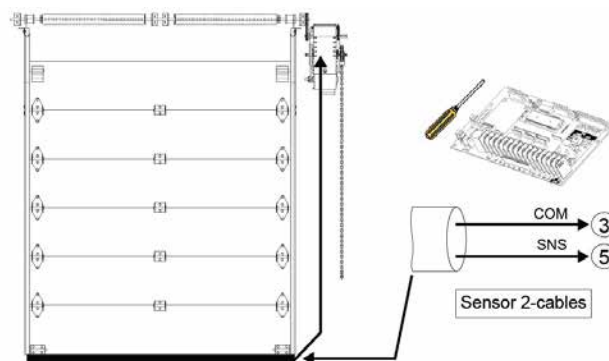

Figura 37 - Borde sensible eléctrico
3. Utilizar un cable en espiral o carrete de recogida para conectar los cables del borde sensible a los terminales del operador. Instalar cables eléctricos de acuerdo a la Figura 37.